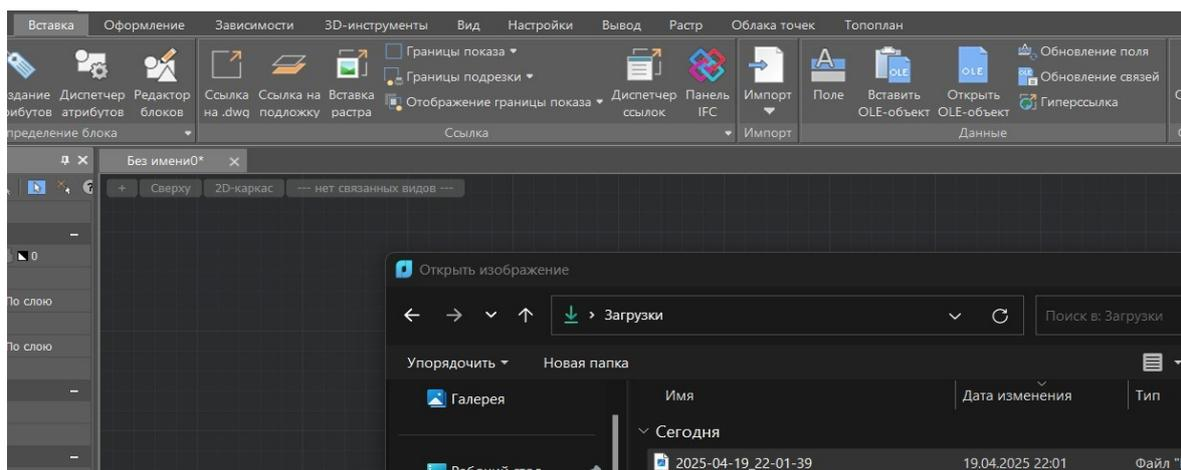

Рис. 3.49
2. Чертим внешний круг (ободок) диаметром 900 мм (радиус 450 мм) Вставляем рисунок выбранного знака через блок «Вставка» - «Вставка растра». В окне выбираем необходимый рисунок, нажимаем «Открыть» (рис. 3.49).